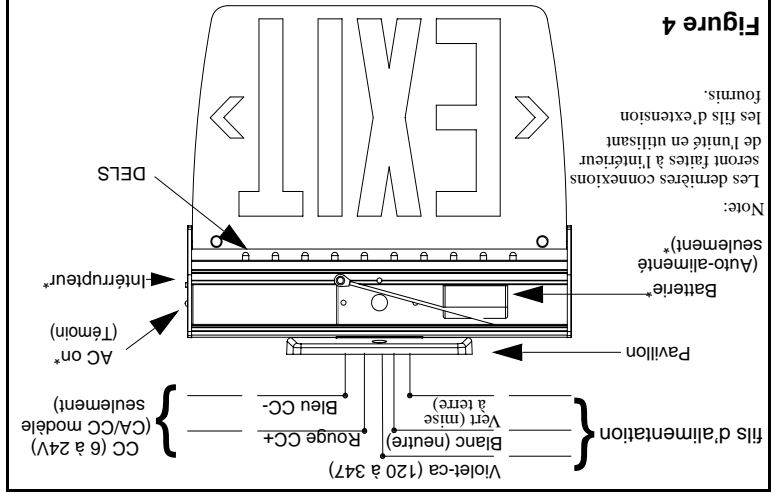

Figure 4
- a. Extend the AC supply leads with the extension wires supplied (follow the electrical wiring in figure 4).
- c. Feed the supplied wires through the center hole of the canopy then attach it to the spider plate using the screws provided (6).
- d. Remove the knock out towards the inside with a screwdriver. Feed the supplied wires through the center hole and mount the housing to the canopy with the screws provided (4).
4. Canopy screws - long(2)	10. Panel holder plugs
6. Canopy screws - short(2)	12. Cover
- c. Extend the AC supply leads with the extension wires supplied (follow the electrical wiring in Figure 4).
6. Make the proper connections, our system accepts an input voltage of 120 to 347 VAC (see figure. 4). Connect the purple and white leads to the building utility. Connect the green ground wire to the service ground or the ground connection in the junction box.
cablage électrique sur le figure 4).
6. Effectuer les connexions électriques nécessaires (voir fig. 4). Raccorder
a. Prolonger les fils d'alimentation avec les fils d'extension fournis (suivre le câblage électrique sur la figure 4).
d. Enlever les trous défonçables situés à l'arrière du boîtier à l'aide d'un tournevis. Passer les fils d'alimentation dans le trou du centre et fixer le boîtier au pavillon à l'aide des vis fournies (6).